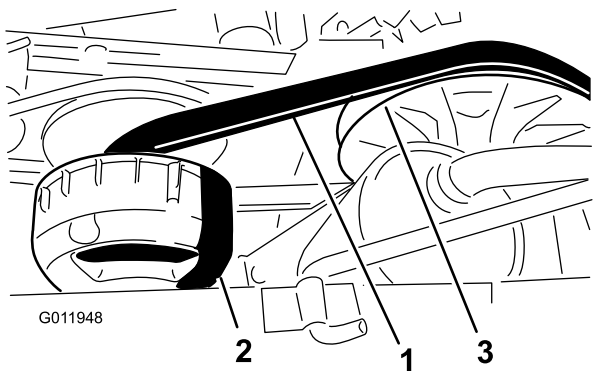

図 66
4. ベルト 図 66 を手で回転させながら、磨耗や破損がないかを点検する。
3. 2次クラッチを回しながら2次クラッチ部分でベルトを外す (図 66)。
4. 1次クラッチからベルトを外す (図 66)。
5. 新しいベルトを一次クラッチに掛ける (図 66)。
6. 2次クラッチを回しながら2次クラッチ部分でベルトを外す (図 66)。